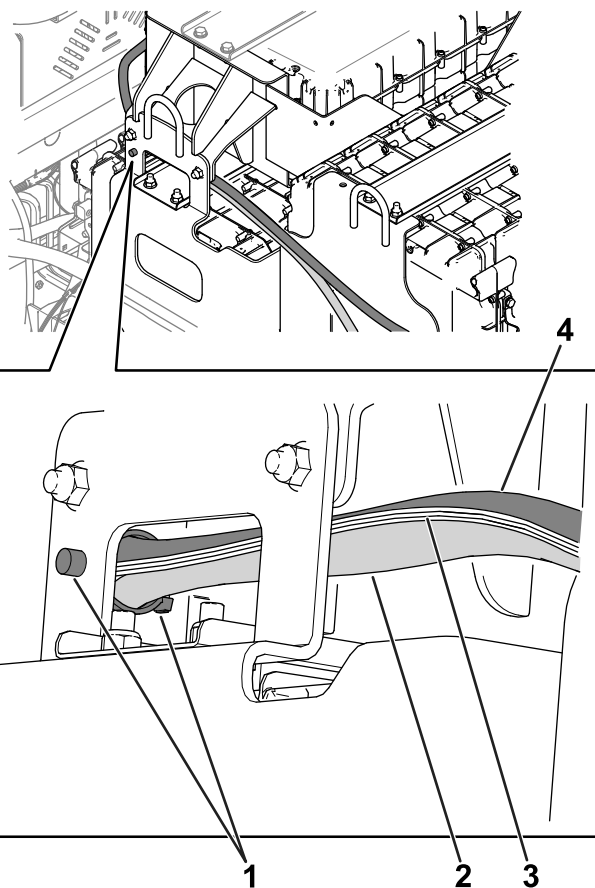

Figura 10
6. Utilice una fijación a presión para fijar los cables de baterías y el arnés de cables de la interfaz de datos a la bandeja de baterías (Figura 10).